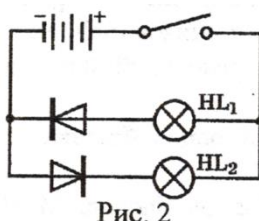

Рис. 2
5. Собрать цепь по схеме (рис. 2). Замкнуть цепь и описать наблюдаемое. Указать путь тока.